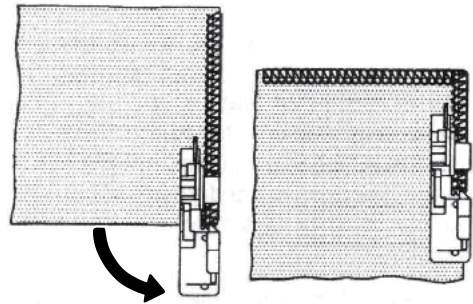

Abb. 1
3. Drehen Sie den Stoff, senken Sie den Nähfuß wieder ab und nähen Sie in der neuen Richtung weiter (siehe Abb. 1).
1. Legen Sie die „Füllkordel“ wie z. B. Häkelgarn, Gimpe, Wolle, Strickgarn oder Kräuselband hinter die Garnrollenstifte. Ziehen Sie das Beilaufgarn durch die Kordelführungen (1) und (2) und anschließend durch die Fadenführung der linken Nadel (3) (siehe Abb. 1).